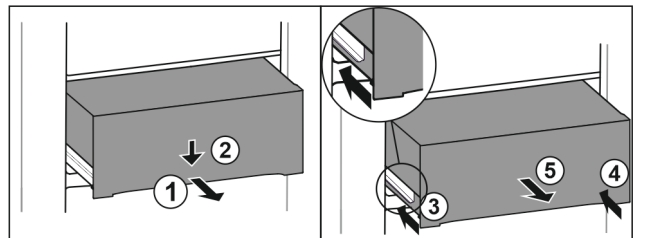

Fig. 94
- ▶ Lade er half uittrekken. Fig. 94 (1)
- ▶ Schuiflade aan de voorzijde omlaag drukken. Fig. 94 (2)
- ▶ Linker rail ca. 2 cm inschuiven. Fig. 94 (3)
- ▶ Rechter rail ca. 2 cm inschuiven. Fig. 94 (4)
- ▶ Lade naar voren toe verwijderen. Fig. 94 (5)